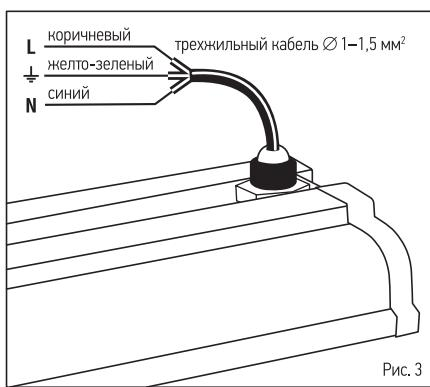

Рис. 3
- Подключите сетевой кабель к светильнику, Рис. 3.